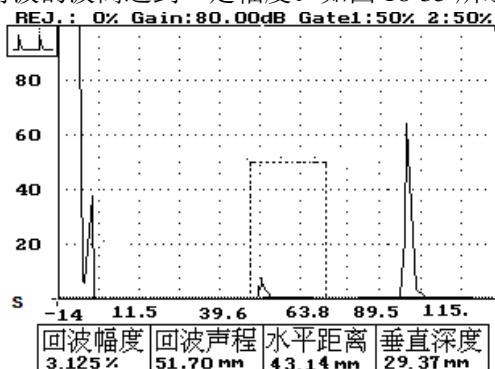

图 18-35
- 1、按波形键及方向键——使屏幕上出现被测圆弧的反射波（以 R100 的圆弧反射波进行测试）。同时使反射波的波高达到一定幅度。如图 18-35 所示。